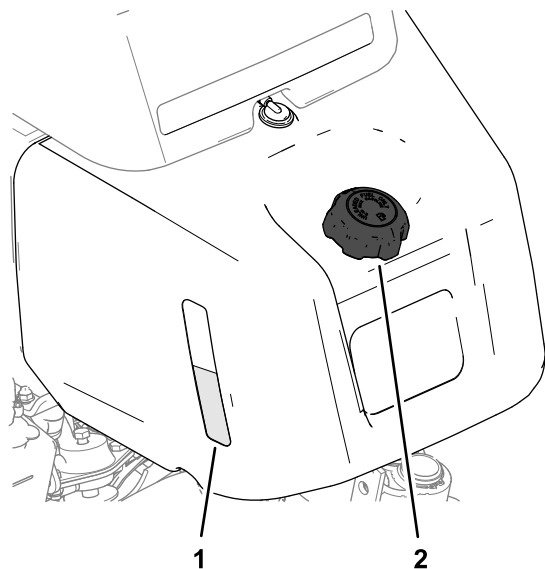
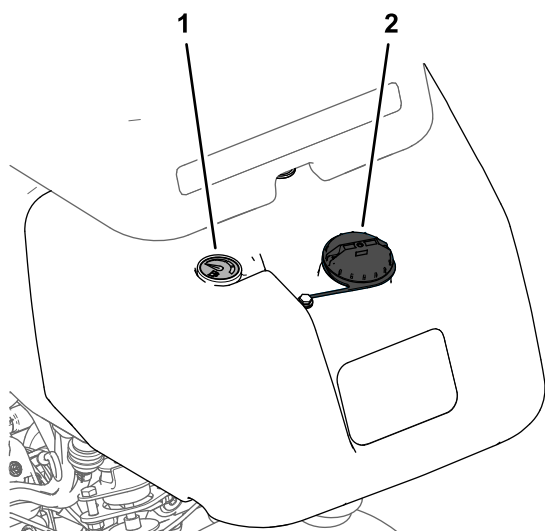

図 24
図 25
1. 燃料キャップの周囲をきれいに拭いてキャップを外す 図 24 または 図 25。